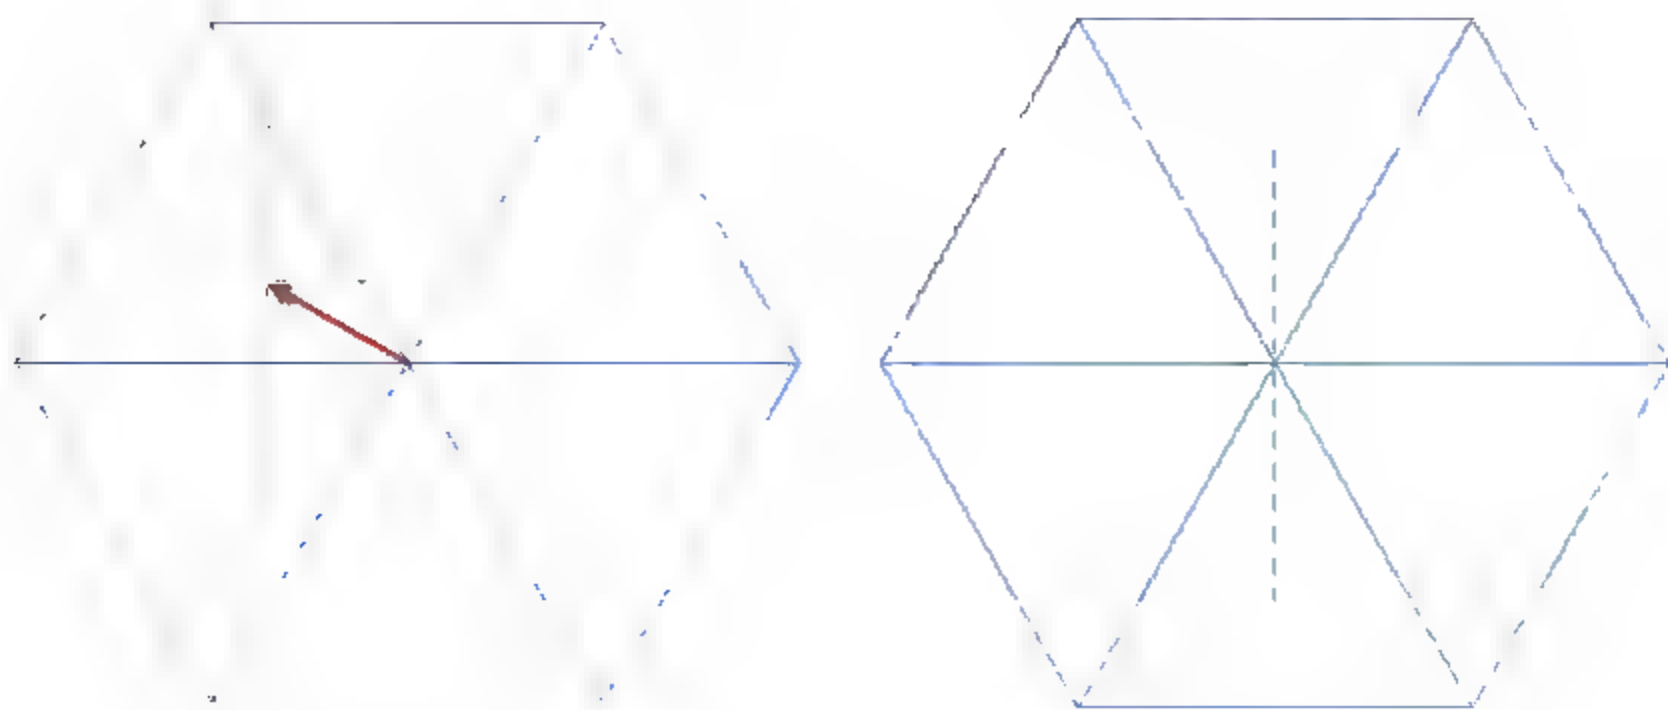

图 2.1.80 调整导入图形
(3) 调整导入 CAD 图形的中心位置。在“楼层平面”视图中，选择导入的图形，按快捷键 M+V，将图形的几何中心移到“参照标高”的交点(即十字虚线的交点)，如图 2.1.80 所示。导入的图形将作为绘制多边承台的辅助线。